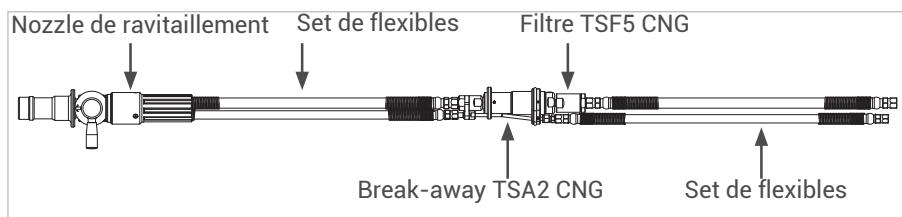

Figure 4
- ▶ Respectez le sens d'écoulement indiqué sur le carter de filtre TSF5 CNG. Le sens d'écoulement est indiqué par une flèche (voir la flèche rouge en *Figure 4*).
- ▶ Vissez hermétiquement l'entrée fluide « B1 » à l'embout de raccordement du flexible de remplissage (*Figure 4*). Voir le tableau *Page 18* pour le **couple de serrage**.